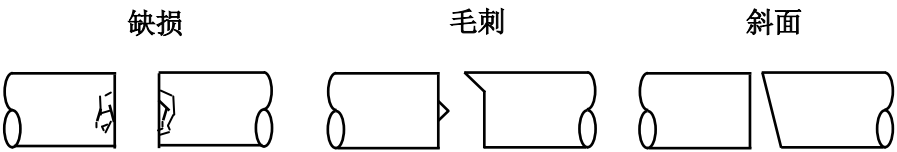

图 7-5 有缺陷的光纤端面
- b) 判断端面是否可用，若端面有缺损、毛刺、太脏或端面角太大则不能接续，如图 7-5 所示，需重新制备光纤端面。若光纤图像模糊或明显偏离显示屏中心位置，则重装光纤并清洁裸光纤和 V 型槽；